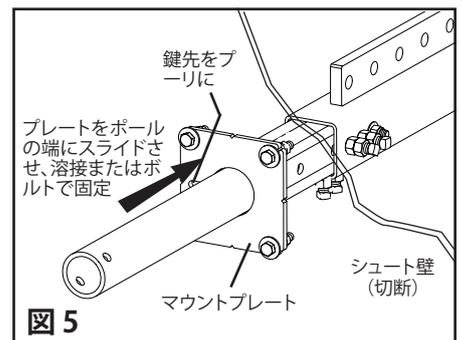

図 5
5. マウントプレートを取付けます。鍵の先のような切り欠きをプーリ側になるよう、両方のマウントプレートを配置します。付属のボルトを使用してマウントプレートを溶接またはボルトで固定します。(図5)